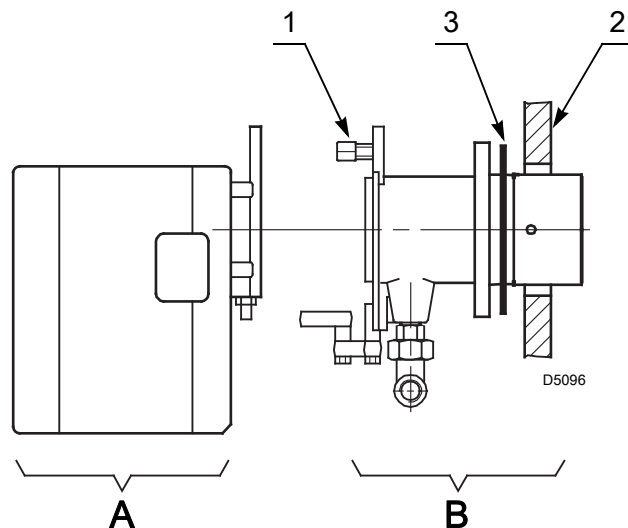

图 12
- 移开螺母1)及A)部分(图12)后，将燃烧头组件与燃烧器分离。
- 在B)部分(图12)安装上绝热垫3)后与锅炉挡板2)紧固连接。